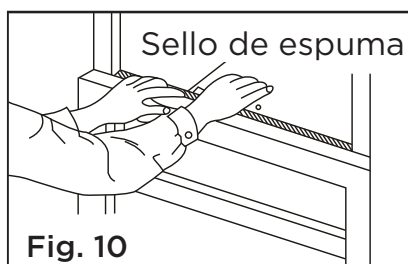

Fig. 10
D. Corte el sello de espuma de la hoja de la ventana y pongala en el lugar entre las hojas superiores y inferiores. (Fig. 10).